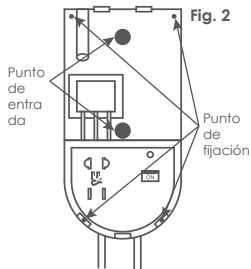

Fig. 2
- Presente el soporte en la pared y marque la pared con un lápiz a través de los puntos de fijación que se muestran en la Fig. 2.